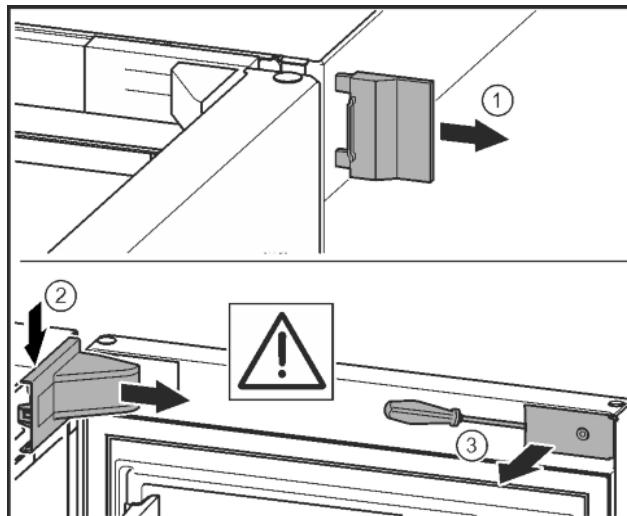

Fig. 10*
- Снять внешнюю крышку. Fig. 10 (1)*
- При помощи отвертки освободить крышку опорного кронштейна и отсоединить. Снять крышку опорного кронштейна. Fig. 10 (2)*
- Шлицевой отверткой вывести накладку из зацепления и отвести в сторону. Fig. 10 (3)*